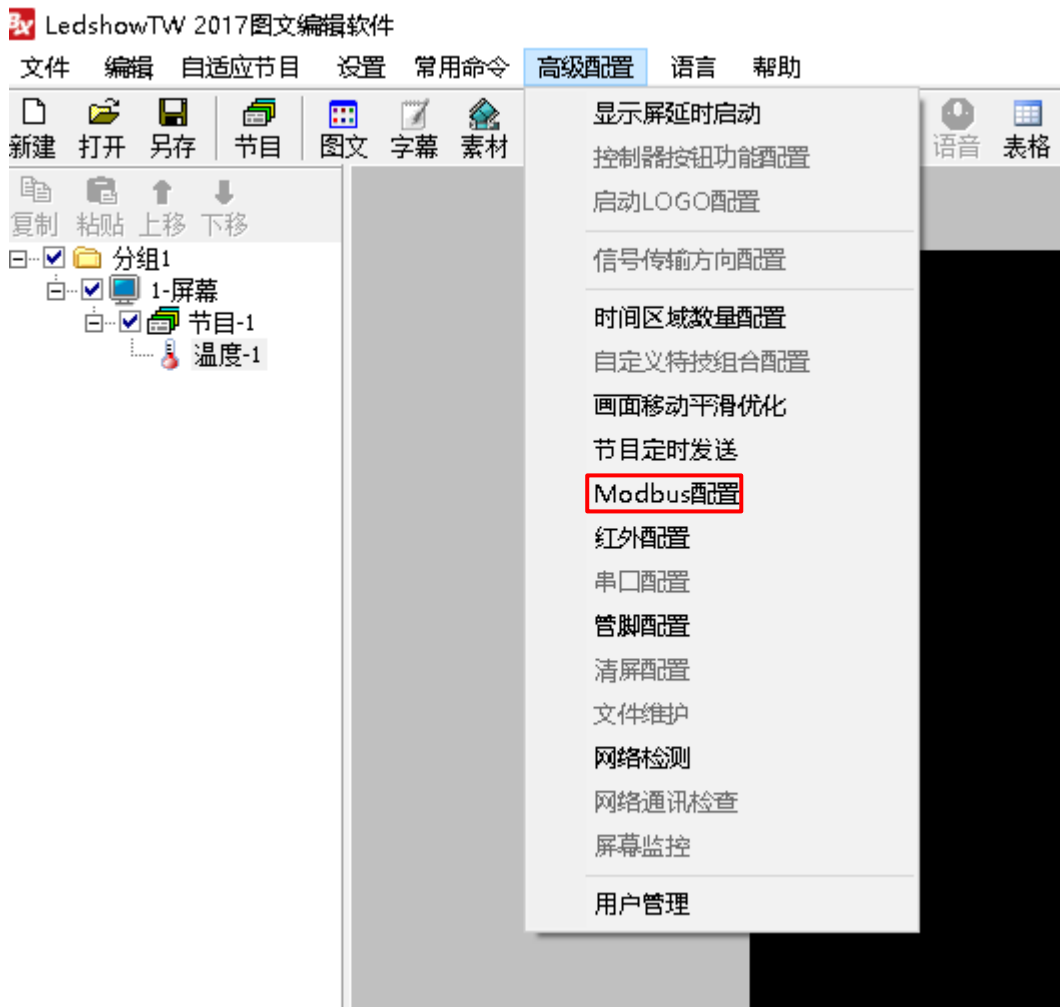

图 18
1) 选择“高级配置”菜单栏下的“MODBUS 配置”，如下图 18 所示: